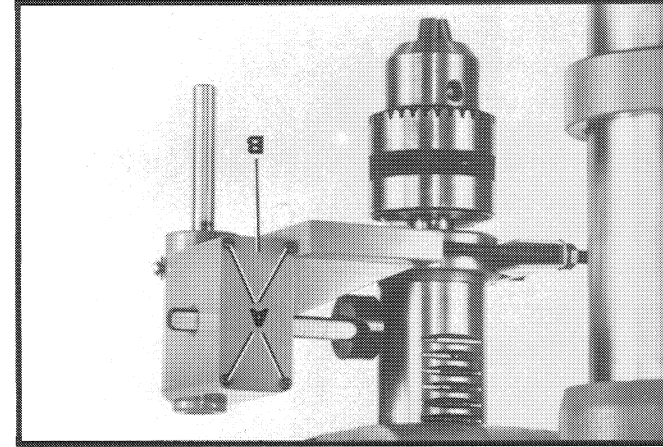

Fig. 12
10. Deslice la leva (D) Fig. 11 hacia el árbol (S) hasta que la leva (D) casi toque el árbol (S), como se ilustra aquí. Apriete entonces el tornillo de presión (C) Fig. 12 que fue aflojado en el PASO 3, contra la parte plana del árbol de la leva (D).